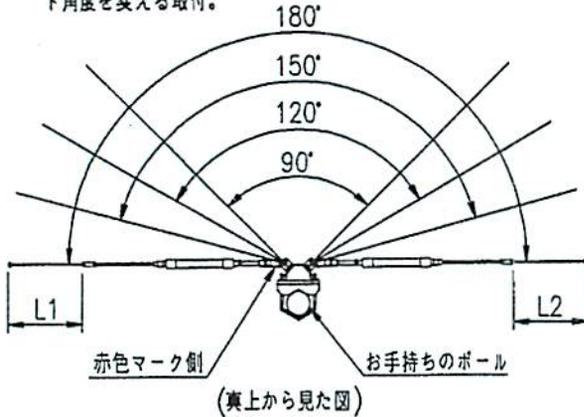

図1. ポールに水平に取付けて、放射素子の角度を変えた図
① 図1の180°に広げて取付けた場合(十分に障害物から離れている場合)まず、架設・組立の標準エレメント寸法表を見て、L1及びL2の長さでそれぞれ固定します。取付状態により中心周波数がずれるため次の調整が必要な場合があります。